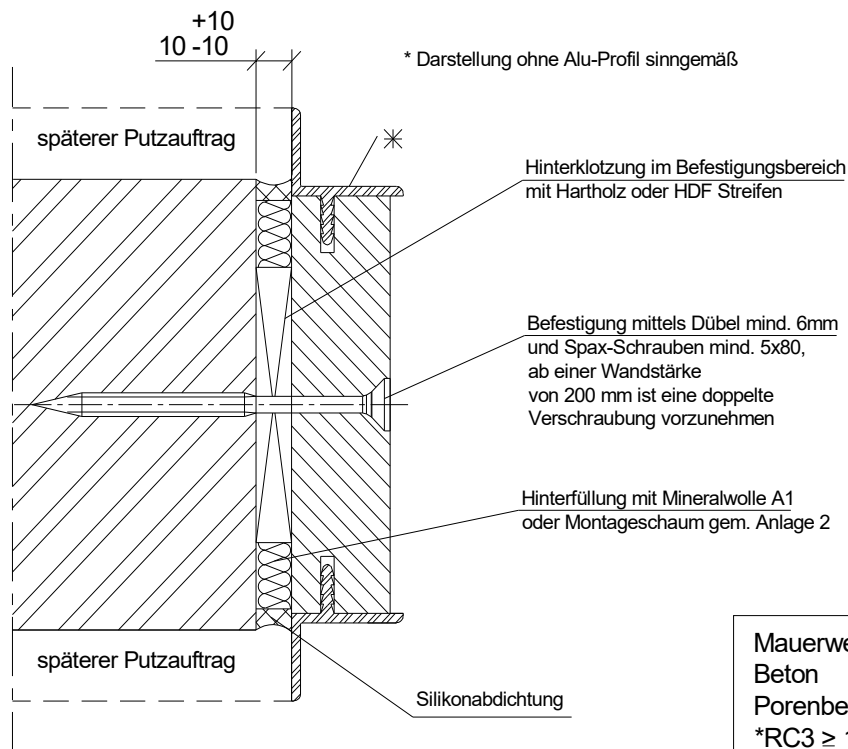

Abbildung 3: Befestigung Unterkonstruktion an Massivwand / Porenbeton
- Die Befestigung an Massivwänden erfolgt mit Dübeln mind. 6 mm und Spax- Schrauben mind. 5x80 mm (Abbildung 3)
- Befestigungspunkte (Höhenlage siehe Abbildung 3) druckfest mit Holz- oder Hartfaserplattenstreifen o. ä. hinter Füttern (Gipskartonplatten eignen sich nicht!) Maßabweichungen +/- 50mm sind zulässig
- Wenn die Montageplatten der Bänder/ Schließplatten andere Befestigungspunkte vorgeben als in Abb.3 dargestellt, dann sind diese vorrangig zu wählen. Der nächstliegende Befestigungspunkt aus Abb. 3 kann dann entfallen.